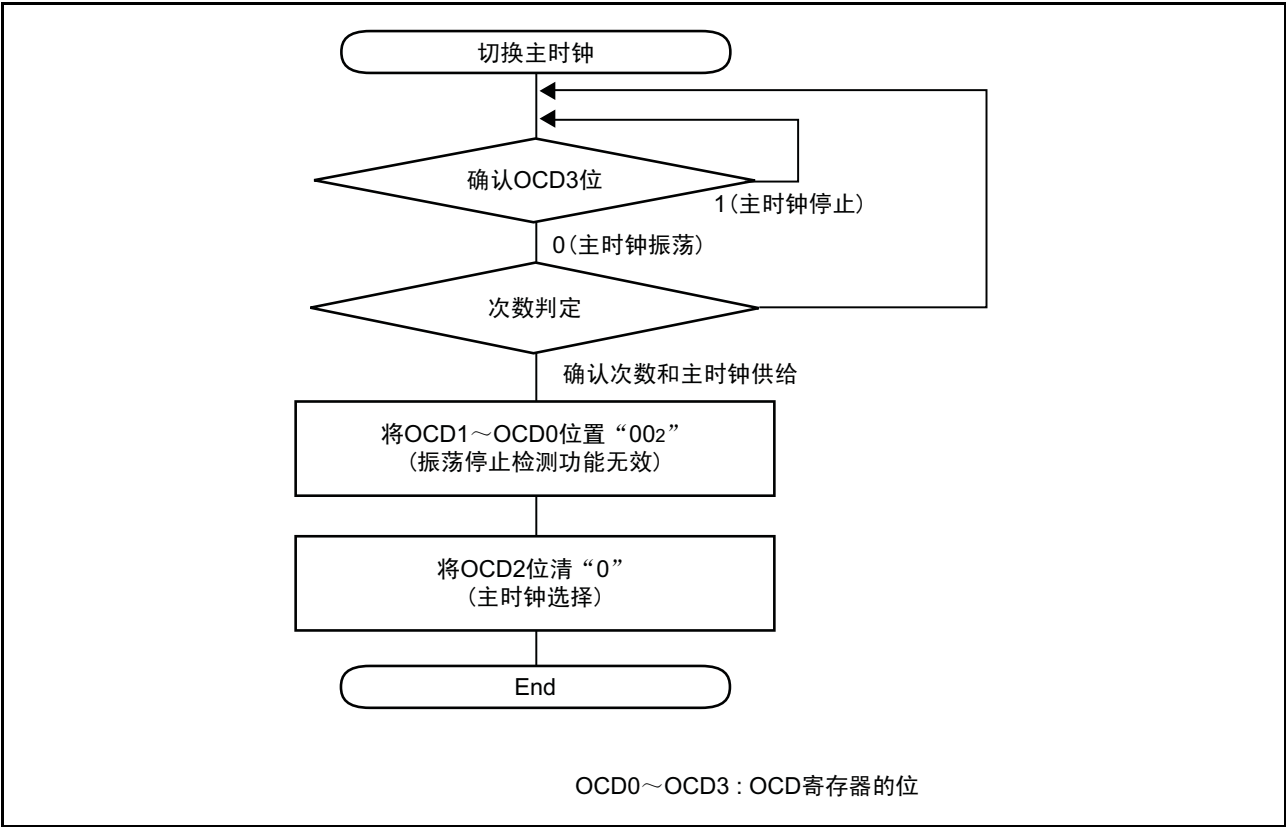

图 7.7 从低速内部振荡器切换到主时钟的步骤
- 在振荡停止后主时钟重新开始振荡时，必须通过程序将主时钟恢复到 CPU 时钟和外围功能的时钟源。从低速内部振荡器时钟切换到主时钟的步骤如图 7.7 所示。